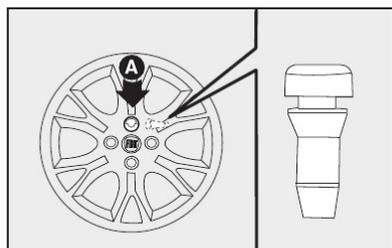

fig. 10
- Colocar a calota cuidando para que o símbolo ☞, na parte interna, fique em correspondência com a válvula, e dessa maneira o furo maior da calota **A-fig. 10** passe pelo parafuso já fixado.